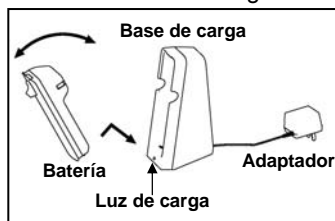

Fig. 1
6. El enchufe del adaptador está polarizado y entra en la base de carga de una sola forma. Alinee la ranura del enchufe del adaptador con la pestaña de la parte inferior de la base de carga. (Fig. 1)